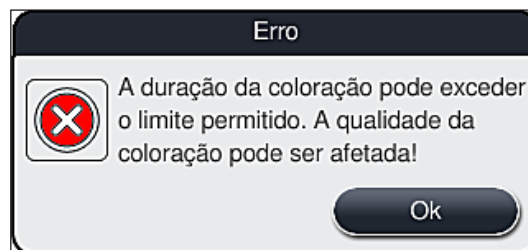

Fig. 107
1. Após confirmar esta mensagem de informações, o usuário é informado que os períodos de coloração podem ter sido excedidos, ou seja, racks individuais já permaneceram muito tempo em um reagente sob determinadas circunstâncias ou em uma estação crítica, o que pode impedir a qualidade da coloração. Confirme esta mensagem de informações (→ "Fig. 107") pressionando o botão **OK** para retomar.